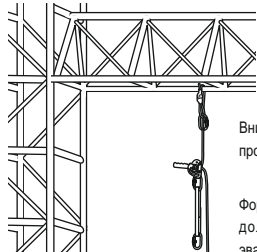

Рис.4
- Присоедините трос к точке постоянной конструкции с помощью карабина над местом эвакуации (рис. 4).